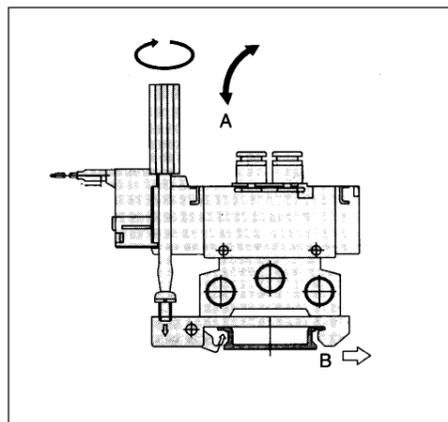

Fig. 15
**Rimozione/rimontaggio sulla guida DIN (Fig. 15)**